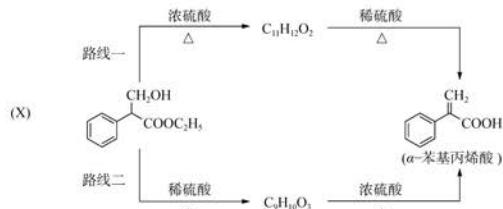

图5.8 两条合成路线示意图
- 问题：**• α -苯基丙烯酸可用于合成人造龙涎香。用化合物X合成 α -苯基丙烯酸时，设计了两条合成路线如图5.8所示：